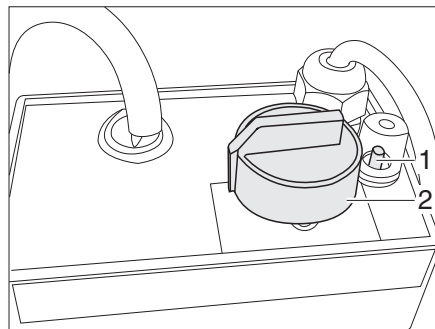

Fig. 112 Régulateur du chauffage électrique du plancher
- Tourner le bouton tournant (Fig. 112,2) sur la température souhaitée.
- Tourner le bouton tournant (Fig. 112,2) sur la position "0".
Quand le régulateur est surchargé, la protection contre les surcharges se déclenche. La goupille (Fig. 112,1) sort de son logement.
- Enfoncer la goupille (Fig. 112,1) de la protection contre les surcharges, une fois que le régulateur est refroidi.